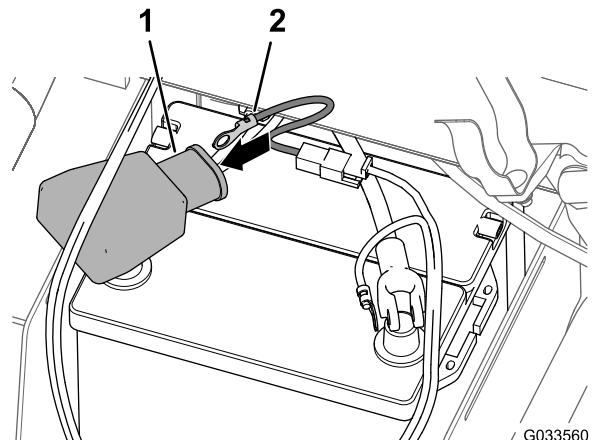

Figura 27
4. Aliniezi borna inelară a siguranței fuzibile (cablajul pulverizatorului) prin capacul lat de baterie, aa cum este indicat în Figura 27.